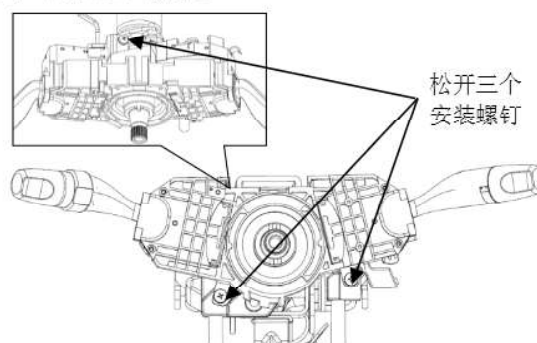

图 4-19
①拔下连接在组合开关上的接插件。
②用十字起松开组合开关的三个安装螺钉（两个位于正面、一个位于背面），如图 4-19 所示，取下组合开关。